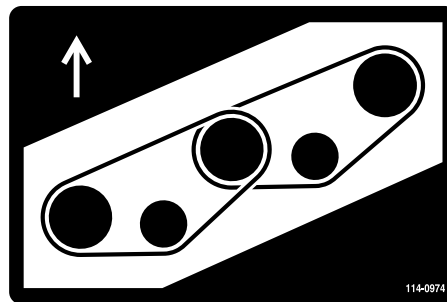
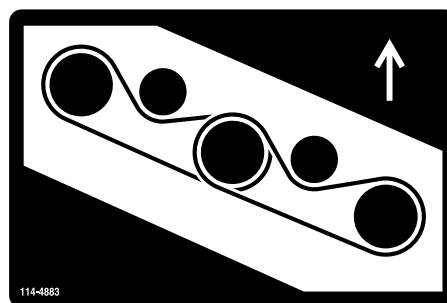

図 128
図 129
7. スピンドルプーリとアイドルプーリアセンブリに新しいベルトを回しかける 図 128 と 図 129。